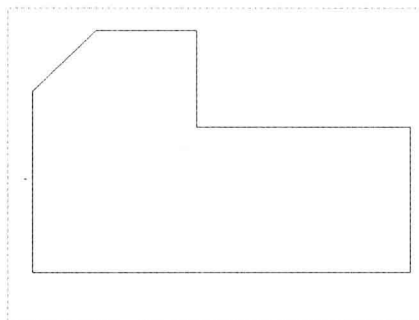

图 3-36 图形文件
Step 01 按【Ctrl+O】组合键,打开图形文件如图 3-36 所示,在“功能区”选项板的“草绘”选项卡中,单击“尺寸”面板中的“法向”按钮。